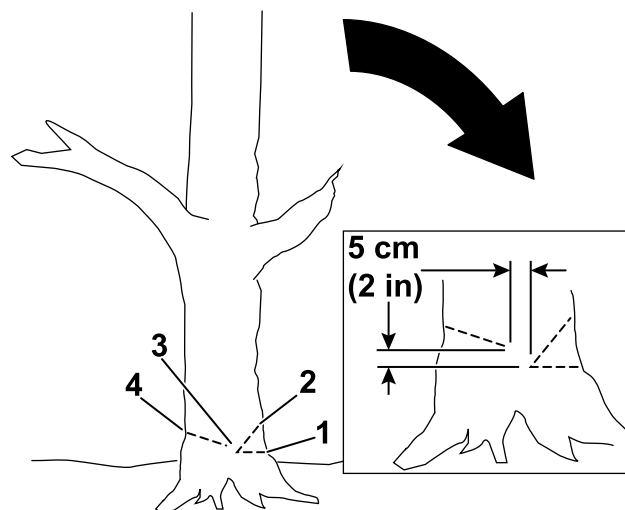

Figura 17
- Haga el primer corte de un tercio del diámetro del árbol en el lado hacia donde desea que caiga el árbol (Figura 17).
- Haga un segundo corte para formar una cuña, empezando el corte al menos 5 cm (2") por encima del primer corte (Figura 17).
- Haga el corte de tala desde el lado opuesto a la cuña y unos 5 cm (2") por encima de la parte inferior de la cuña, como se muestra en la Figura 17.
Importante: Detenga el tercer corte a 2.5 cm – 5 cm (1" a 2") de la cuña para formar una bisagra entre los cortes (Figura 17), que evitará que el árbol caiga en la dirección incorrecta o que gire al caer.
Nota: A medida que el corte de tala se acerque a la bisagra (Figura 17), el árbol debe empezar a caer.